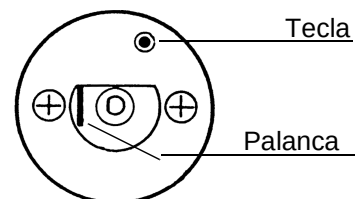

Fig. 2
- Presione la palanca o la tecla (según el tipo de regulador) mediante un destornillador o similar hacia atrás y manténgala así hasta que se dispare el termostato de seguridad. (Fig. 2).